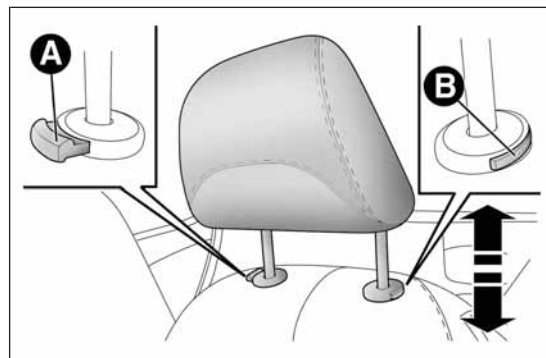

fig. 25
- ☐ regulación hacia abajo: pulsar el botón A fig. 25 y bajar el reposacabezas.
- ☐ pulsar los botones A y B fig. 25; a continuación, retirar los reposacabezas extrayéndolos hacia arriba.